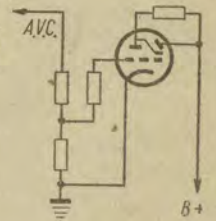

图 1
有自动音量控制的收音机，为了准确地调谐，常常装有调谐指示管。通常都称它为电眼或猫眼，线路大致如图 1。
我在 503 型收音机 6V6 电子管屏極与柵極間，加上了如图 1 的音調調整器。6V6 的部分输出电压经过 R_1 、 R_2 及 C_{26} 以反相电压加在 6V6 的柵極上，改装以后，一方面可以减少失真，一方面可以变动与 R_1 并联的一组电容器而调节音调。
1. 用測量層測量阻抗时，經常發生电表不能滿刻度偏轉到零位。經過研究，把 V_3 6SN7 第 2 脚上的电容器 C_{11} 取消，改在 6SN7 第 2 和第 5 脚上跨接一只 .01 电容器，輸出大为增加，保證可以調整到零位。改正后线路如图 1。